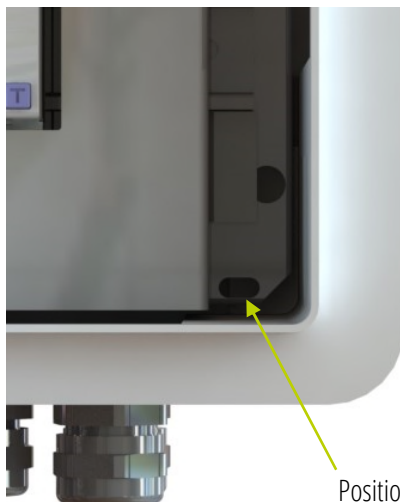

Abbildung 1
1. Entfernen Sie die Befestigungsschraube der Montageplatte rechts unten (Vgl. Abbildung 1).